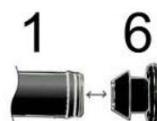

Рис.2
- Установите заглушки (6) на концах подающего шланга (1) в соответствии с общей схемой и рис.2.